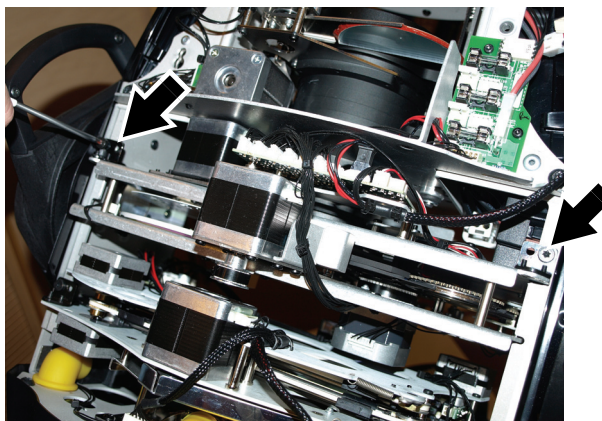

Figure 15: Démontage du module projection
3. Voir Figure 15. Le module de projection est placé vers l'avant de la tête. Dévissez les 2 vis Torx 20 repérées ci-contre.